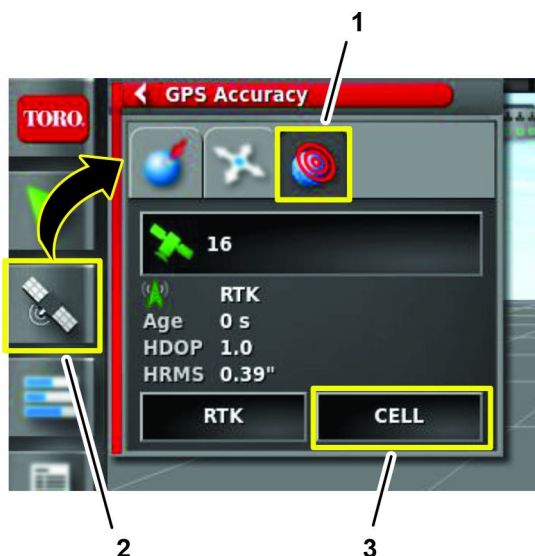

Рисунок 244
3. На управляющей консоли GeoLink нажмите на значок информации о GPS (Рисунок 244).